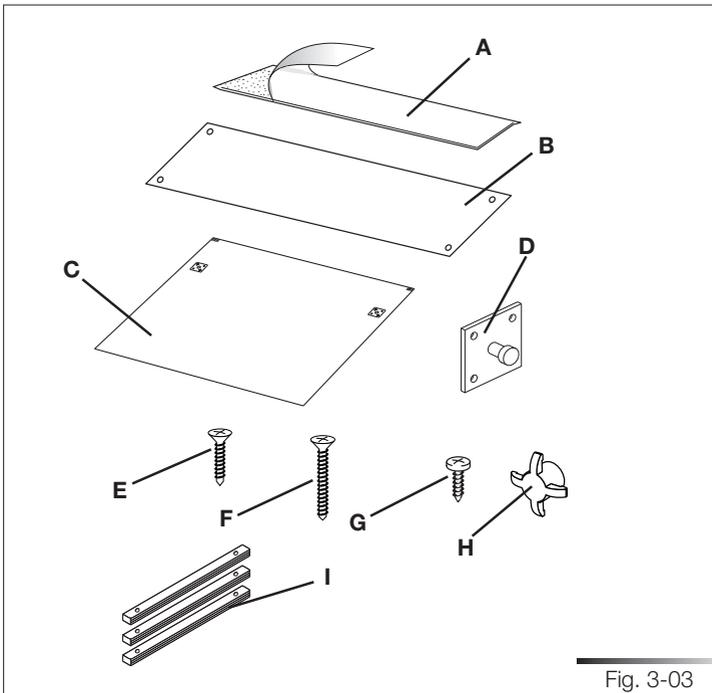

Fig. 3-03
- 1 protection adhésive contre la vapeur (réf. A fig. 3-03) ;
- 1 protection contre la vapeur en acier (réf. B fig. 3-03) ;*
- 1 gabarit de perçage pour le panneau de la porte (réf. C fig. 3-03) ;
- 2 supports pour le panneau de la porte (réf. D fig. 3-03) ;
- 8 vis pour la fixation des supports du panneau de la porte (réf. E fig. 3-03) ;
- 2 vis pour la fixation de la porte (réf. F fig. 3-03) ;
- 2 vis pour la fixation du lave-vaisselle aux parois adjacentes (réf. G fig. 3-03) ;
- 2 cache-vis (réf. H fig. 3-03).
- 3 profilés de compensation (réf. I fig. 3-03).